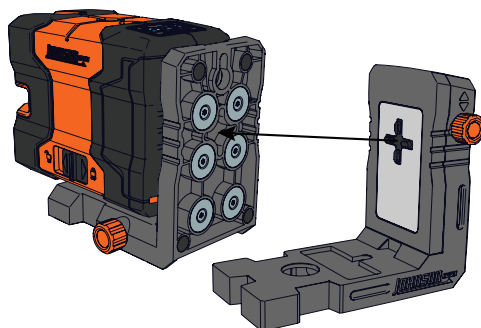

Figure 11
1. Pour fixer l'accessoire de base en option à l'unité, placer les aimants de l'unité sur la plaque métallique, en s'assurant que les languettes de verrouillage s'enclenchent en place à l'arrière de la base du laser. (Figure 11)